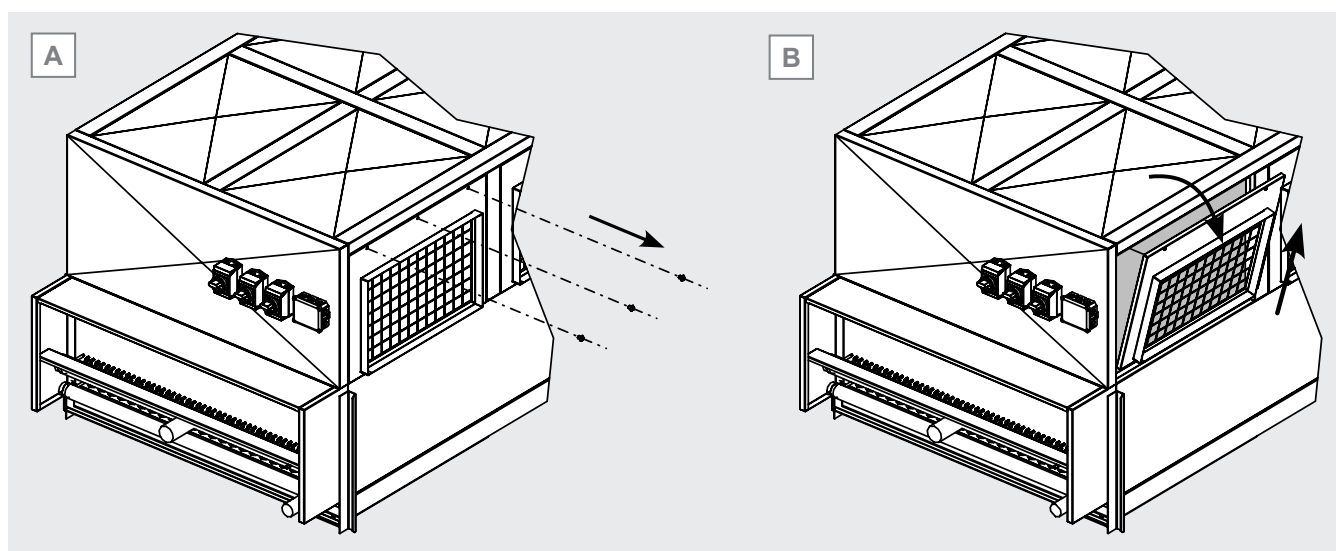

Figura 9
- 8.2.7 Conservare il pannello in un luogo idoneo in cui non possa essere danneggiato e costituire un pericolo per le persone o le cose. Si osservi la Figura 9 A e B come esempio.